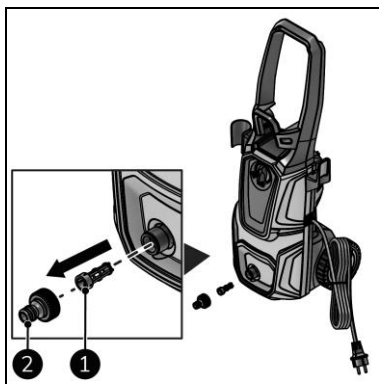

Figure 17
3. Dévissez le raccord du tuyau de jardin (figure 17, pos. 2).
4. Retirez le filtre (figure 17, pos. 1).